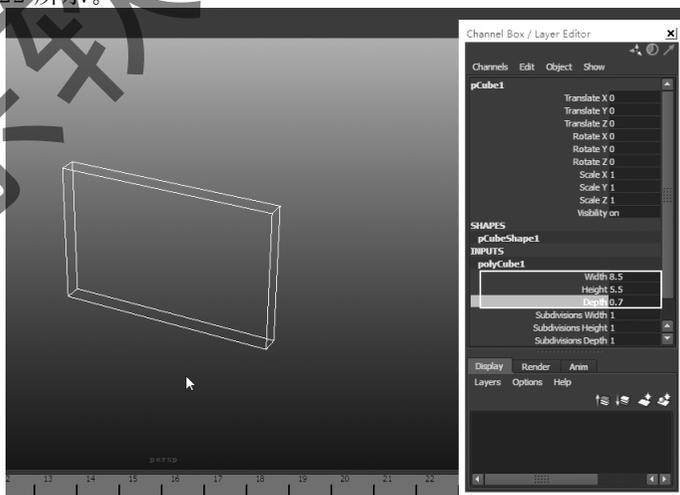

图 4-22 创建方形
Step 1:首先在视图中创建一个方形,并在通道栏中按照宽度 8.5、高度 5.5、深度 0.7 来调节,如图 4-22 所示。